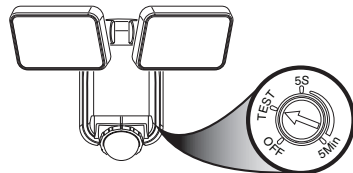

Figure 12
2. Effectuez un « essai de marche » : déplacez-vous dans un arc de cercle devant le détecteur de mouvement (voir la Figure 12).